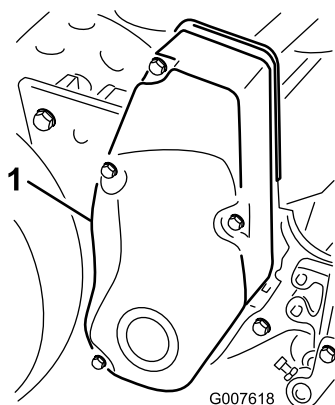

Figure 28
1. Retirez les fixations du couvercle de la courroie et déposez le couvercle pour exposer la courroie (Figure 28).